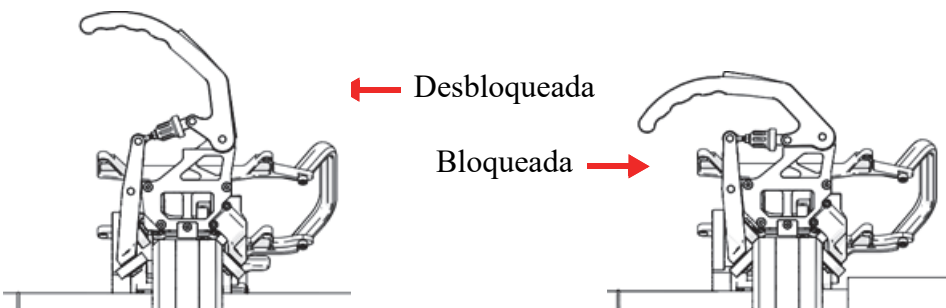

Figura 1-32 Posiciones de una abrazadera de banda
2. Asegúrese de que las abrazaderas estén en la posición desbloqueada (ver Figura 1-32 en la página 50).